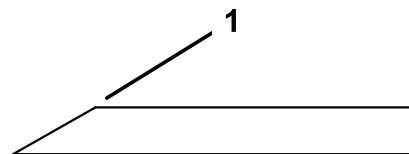

Bild 38
1. Schärfen Sie die Schnittkante an beiden Enden des Schnittmessers mit einer Feile (Bild 38).